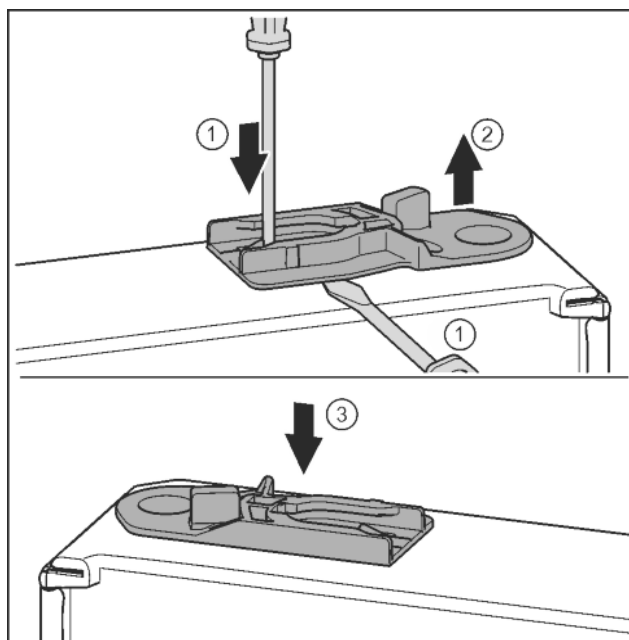

*Fig. 36*
- Снять крышку и поставить с другой стороны. *Fig. 36 (1)*
- Установить опорный кронштейн с другой стороны и прикрутить с помощью отвертки T25. Начинать с винта 2 в центре. *Fig. 36 (2)*
- Затянуть винты 3 и 4. *Fig. 36 (3, 4)*
- Повернуть соединительный элемент амортизатора закрывания дверей на 180°. Прикрутить с другой стороны опорного кронштейна с помощью отвертки T25. *Fig. 36 (5)*
- Снова установить опорный палец в сборе. При этом следить за тем, чтобы выступ фиксатора был направлен назад. *Fig. 36 (6)*